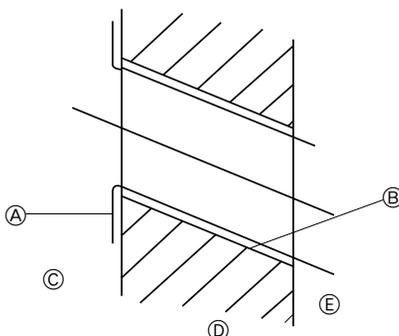

Fig. 3-3
2) Perfuração do furo para a tubagem (Fig. 3-3)